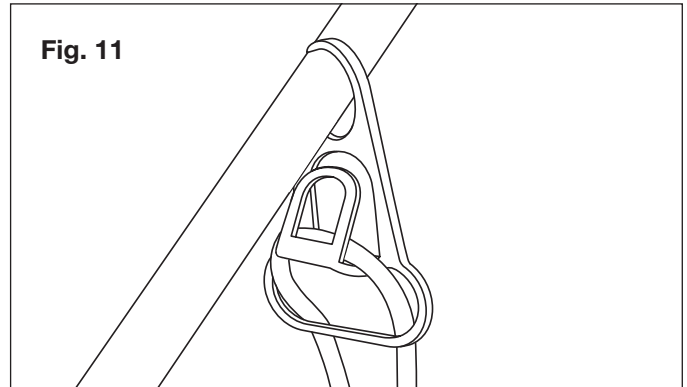

Fig. 11
1. Para un uso seguro y eficiente de su quitanieve, utilice únicamente un cordón de extensión certificado por UL recomendado para uso al aire libre. 2. Empuje el bucle del cordón de extensión a través de la ranura desde el lado opuesto del gancho de restricción. Posicione el bucle sobre el gancho y jale el cable de vuelta a través de la ranura (Fig. 11).